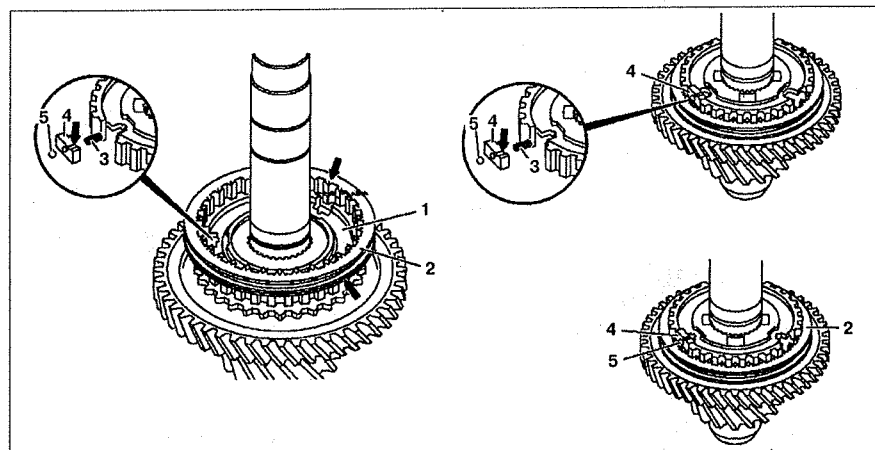

Рис. 6.35. Разборка и сборка муфты синхронизатора включения 1-й и 2-й передач (автомобили с двигателями 111.948 и 601.970):
8. Разберите муфту 14 синхронизатора включения 1-й и 2-й передач. Для этого снимите скользящую втулку 2 с корпуса синхронизатора. Шарик 5 и блокировочные пальцы 4 ослабьте на некоторое время (см.рис.6.35). Снимите пружины 3.
15. Соберите муфту 14 синхронизатора включения 1-й и 2-й передач. Запрессуйте скользящую втулку 2 на корпус синхронизатора и убедитесь, что паз (стрелка) совпадает с шестерней 1-й передачи. Зубья с выемкой (стрелка) должны быть установлены по центру выемки корпуса синхронизатора 1 (см.рис.6.35). Вставьте пружины 3 и блокировочные пальцы 4 в выемку в корпусе синхронизатора 1. Фаска блокировочного пальца 4 должна быть направлена наружу. Выемки (стрелка) на удлиненной части блокировочного пальца 4 должны быть видны. Поднимите блокировочные пальцы 4 так, чтобы шарики 5 можно было вставить в отверстия. Запрессуйте шарики 5 в отверстия, установите блокировочные пальцы 4 вниз и через некоторое время вставьте их в скользящую втулку 2. Вставьте кольцо синхронизации 2-й передачи, запрессуйте его и установите скользящую втулку 2 в нейтральное положение.
37. Соберите муфту 11 включения 1-й и 2-й передач (см.рис.6.35).